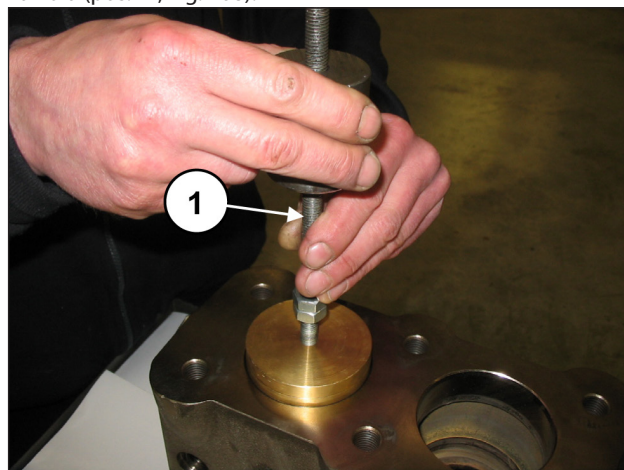

Fig. 108
Extraia a tampa da válvula com o uso de um extrator de mecanismo de percussão para aplicar o furo M10 da tampa da válvula (pos. ①, Fig. 108).